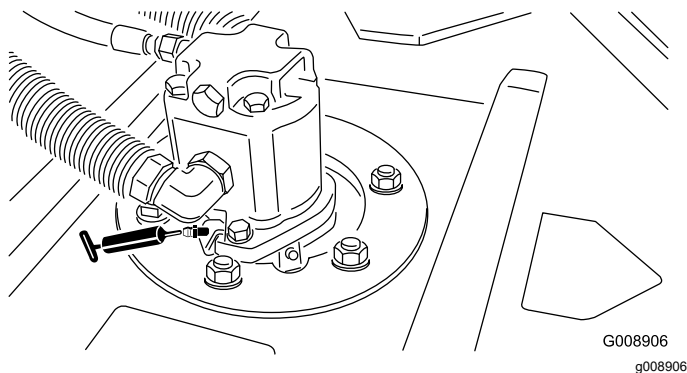

Figura 43
- 2 (por unidad de corte) cojinetes de eje giratorio de unidad de corte (Figura 43)